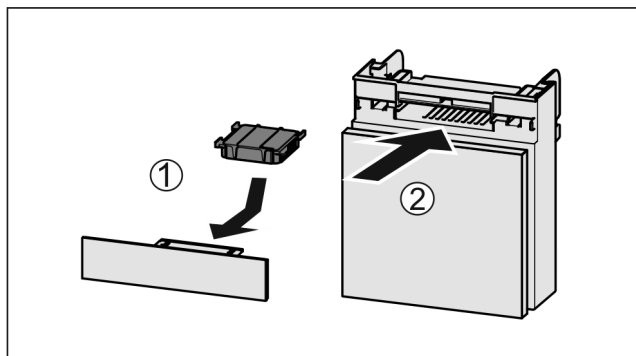

Fig. 143
- ▶ Anbring aktivkulfilteret som vis på billedet Fig. 143 (1).
- ▶ Skub rummet ind Fig. 143 (2).